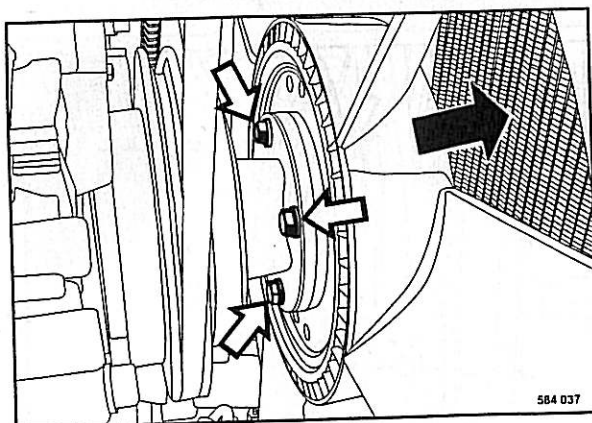

Fig. 94
- Desenroscar los tornillos de fijación (Fig. 94) y empujar el ventilador hacia adelante.